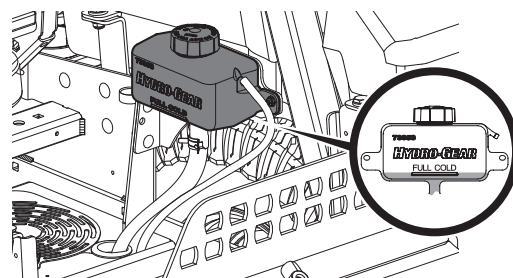

Figura 49
2. Gire el tapón del depósito en sentido contrario al de las agujas del reloj para retirarlo, luego controle el nivel de aceite del depósito. El aceite debe ser visible en la base de la cubeta, pero el nivel del mismo NO debe estar por encima de la línea de "LLENO FRÍO" (Figura 49). NO LLENE EL DEPÓSITO.